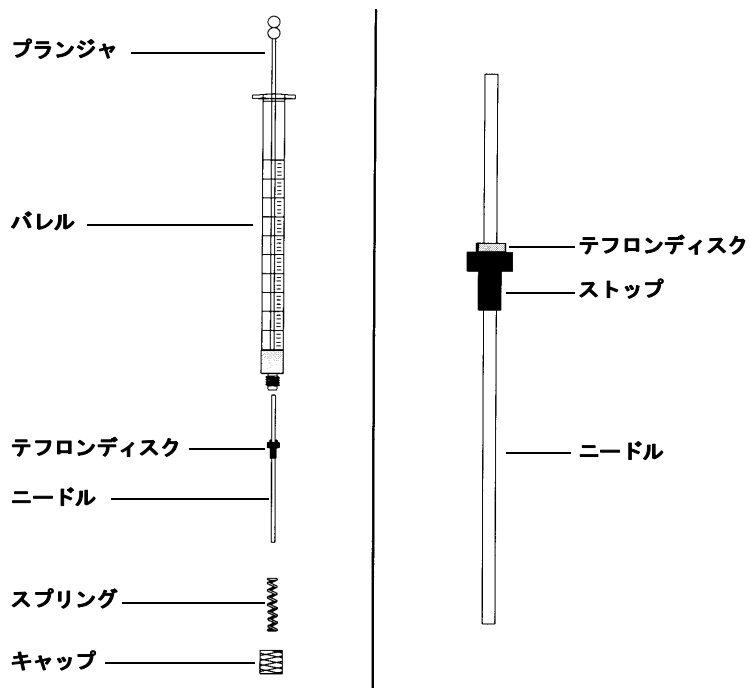

図43 シリンジの部品
ニードルをシリンジバレルに挿入するには(図43)
- 2 ニードルに、図43に示すようなTeflon®ディスクがあることを確認します。スプリングバレルにTeflon®ディスクがない場合、シリンジボックスの指示に従ってニードルに自分で巻きつけます。